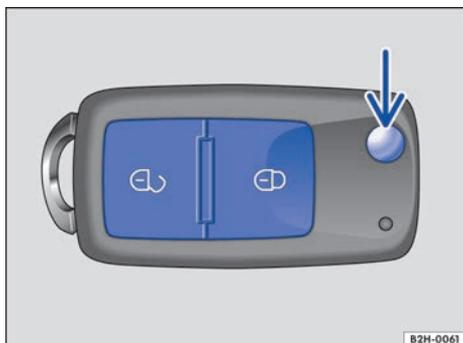

Fig. 17 Teclas en la llave del vehículo y botón para desplegar la espada de la llave.
- Pulse la tecla  → fig. 17. Manténgala pulsada para la apertura de confort.
- Pulse la tecla  → fig. 17. Manténgala pulsada para el cierre de confort.